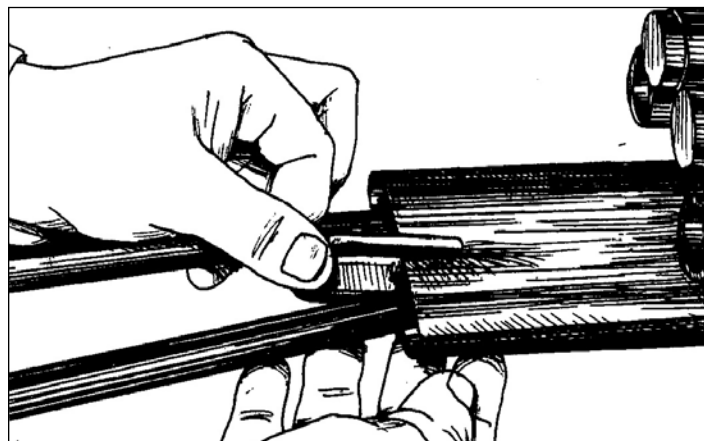

Рисунок 4.32 – Установка зажима разветвительного малого
4.4.1.15 Надвинуть на овальный патрубок ТУТ 70/26. Установить между ОК на ТУТ зажим разветвительный малый (рисунок 4.32).